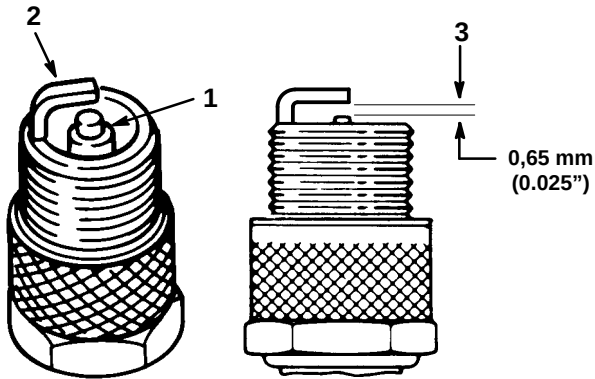

Figure 23
1. Inspecter le centre des bougies (Fig. 23). Si le bec de l'isolateur est recouvert d'un léger dépôt gris-brun, le moteur fonctionne correctement. S'il est couvert d'un dépôt noir, c'est généralement signe que le filtre à air est encrassé.
- Contrôler l'écartement entre l'électrode centrale et l'électrode latérale (Fig. 23). Courber l'électrode latérale (Fig. 23) si l'écartement est incorrect.